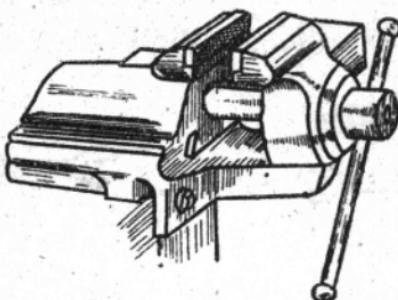

图 17 柄虎钳
**第17条 牙虎钳(见图17)：** 牙虎钳的各部分须保持清洁，不得有尘沙铁屑落在滑动部分内；丝杆与丝母配合要灵活，不得有颤动或滑扣，润滑要良好，丝杆更不得有裂纹。